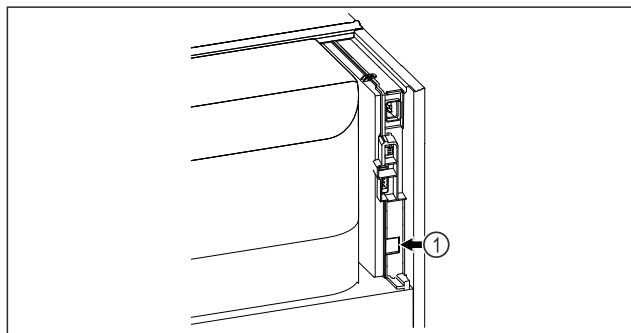

Fig. 77
- Je používán SmartModule Fig. 77 (1).